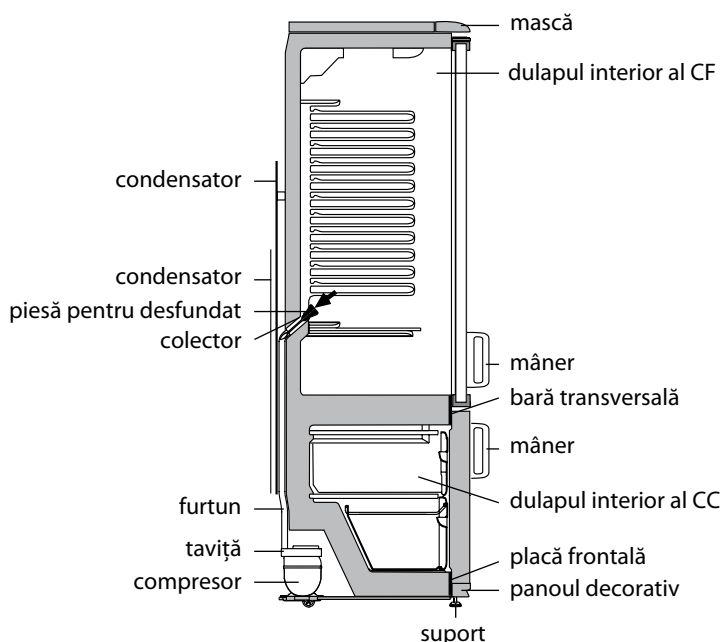

Figura 6
**2.8.1** În CF se folosește un sistem automat de dezghețare. Bruma care apare pe perețele din spate în interiorul camerei, se topește în ciclul de dezghețare la deconectarea compresorului și se transformă în picături de apă. Picăturile de apă rezultată în urma topirii se scurg în colector, apoi prin gaura acestuia și prin furtun – în taviță de pe compresor, în conformitate cu figura 6 și se evaporă. Gaura colectorului este dotată cu o piesă pentru prevenirea înfundării sistemului de drenaj.
Prezența apei în colector indică înfundarea sistemului de drenaj. Pentru eliminarea înfundării folosiți piesa corespunzătoare și curățați gaura colectorului, astfel ca apa să se scurgă liber în taviță, apoi spălați piesa și instalați-o în conformitate cu figura 6.
**SE INTERZICE** să utilizați frigiderul cu sistemul de scurgere înfundat. Apa care a apărut la baza CF sau care a ajuns în locul de alăturare a barei transversale și a dulapului interior al CF, în conformitate cu figura 6, poate provoca coroziunea dulapului exterior al frigiderului și elementelor agregatului frigorific, defectarea izolației termice, formarea crăpăturilor dulapului interior și defectiunea frigiderului.
**SE INTERZICE** dezghețarea CC fără utilizarea elementului pentru drenare. Apa rezultată în urma topirii care se scurge din cameră afară de elementul pentru drenare, pătrunzând în locul de alăturare a plăcii frontale la dulapul interior în conformitate cu figura 6, poate provoca coroziunea dulapului exterior al congelatorului și a elementelor agregatului frigorific, defectarea izolației termice, formarea crăpăturilor dulapului interior și defectarea dulapului frigiderului.